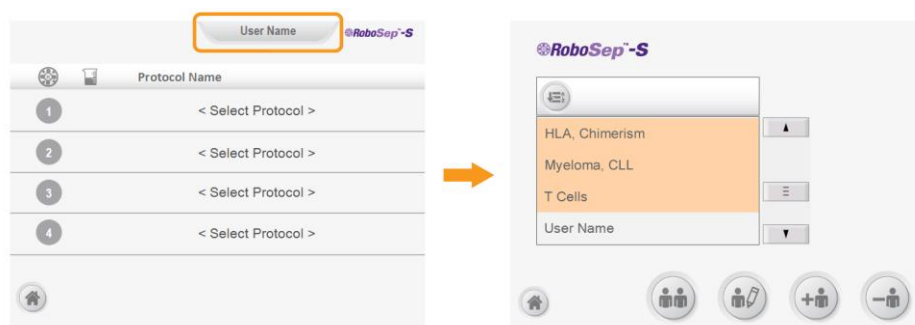

図 14. Run Samples 画面から User Profile 画面にアクセス: プリセットプロフィールがオレンジ色で強調表示されます。
ユーザープロフィールにアクセスするには、Home 画面で  [Users] を選択するか、単純に Run Samples 画面の一番上にある User Profile タブを選択します。User Profile 画面には、RoboSep™-S のすべてのユーザープロフィールが表示されます (図 14)。
1. User Profile 画面で  [Add user profile] を選択します (図 14)。
1. User Profile 画面で  [Copy user profile] を選択します (図 14)。
1. User Profile 画面で  [Delete user profile] を選択します (図 14)。